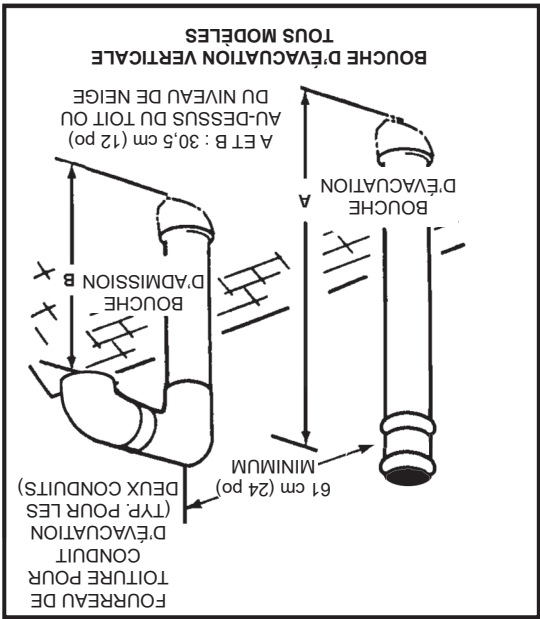
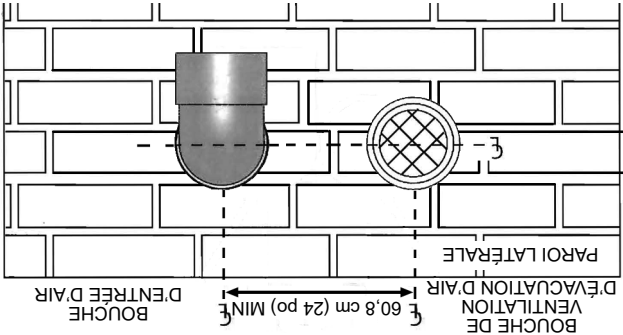

Figure 20. Dégagements des bouches d'évacuation verticales
Figure 18. Séparation admission/échappement d'une évacuation murale
6. Si la conduite d'admission d'air est posée jusqu'au mur, avec un accouplement sur l'extrémité face à l'ouverture dans le mur, le tuyau de la bouche d'admission d'air peut être préparé pour le collage avant d'être engagé à travers le mur. Glisser le tuyau à travers le mur et l'insérer dans l'accouplement sur l'autre côté du mur, en s'assurant que la bouche d'admission d'air pointe dans la bonne position (*Figure 18* (page 29) et *Figure 19*).
4. La ligne médiane de la bouche d'admission d'air et la ligne médiane de la bouche d'évacuation des gaz de combustion doivent être séparées d'une distance d'au moins 61 cm (24 po). Voir *Figure 20* et *Figure 21* (page 31).
La première étape consiste à déterminer où doit déboucher le tuyau d'évacuation. L'évacuation peut déboucher à travers un mur, comme à la *Figure 16* (page 29), la *Figure 18* (page 29) et la *Figure 19* (page 30), ou à travers le toit, comme à la *Figure 20*, la *Figure 21* et la *Figure 22* (page 31).